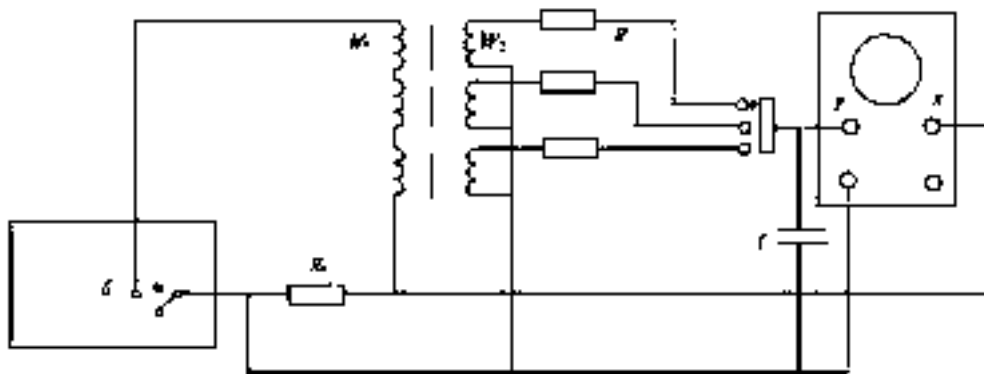

Рисунок 24.1. Схема для исследования магнитных свойств материалов
Эта схема показана на рис. 24.1. На тороидальном сердечнике, выполненном из исследуемого материала, размещены две обмотки. К первичной обмотке W_1 подведено напряжение от звукового генератора G . В цепь этой обмотки включен резистор R_0 , напряжение U_R на котором пропорционально току I обмотки. Этот ток создает в сердечнике магнитное поле с напряженностью H , причем
1. Собрать схему согласно рис. 24.1.